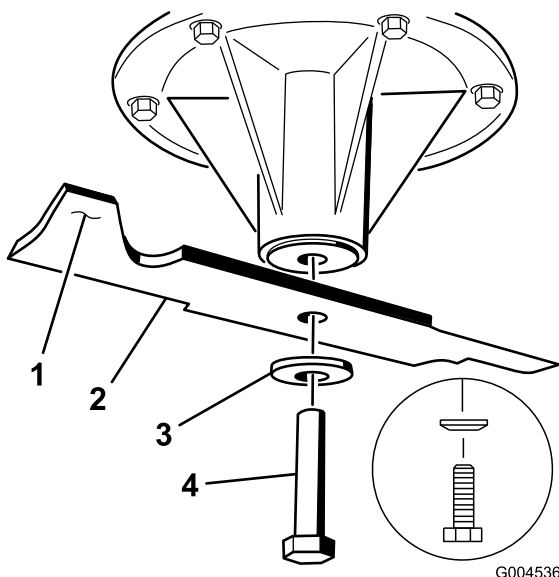

Figure 57
2. Pour les tabliers de coupe de 48 pouces, enlevez le boulon de lame, la rondelle bombée et la lame de l'axe de pivot (Figure 57).
3. Si la lame reste horizontale, elle est équilibrée et peut être utilisée. Si la lame est déséquilibrée, limez un peu l'extrémité de la partie relevée seulement (Figure 57).
1. Placez la lame sur l'axe (Figure 57).
Important: Pour obtenir une coupe correcte, la partie relevée de la lame doit être tournée vers le haut et dirigée vers l'intérieur du tablier de coupe (Figure 57).
2. Sur les tabliers de coupe de 48 pouces, montez la lame, la rondelle bombée et le boulon de lame (Figure 57).